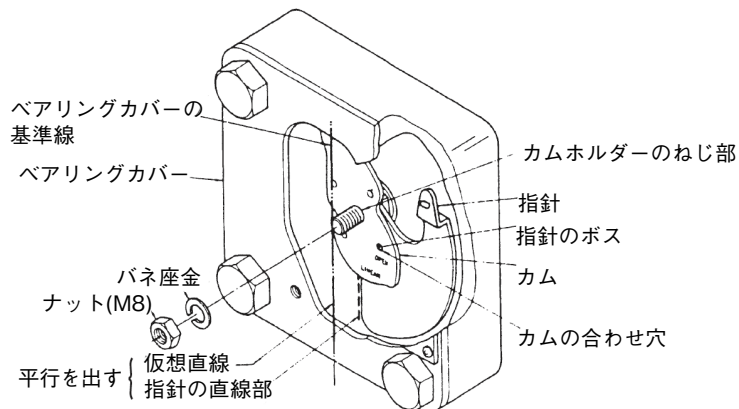

図 5-14 指針およびカムの取り付け (正動作・リニアの場合)
- d) 図5-14のように、指針の直接部がベアリングカバー上の仮想直線に対して、最も平行になるように指針とカムホルダーのセレーションをかみ合わせて、バネ座金とナット (M8) で止めます。